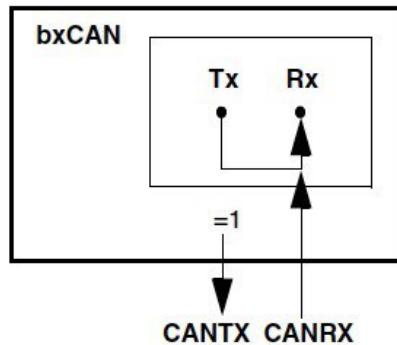

Figura 3.1: Silent Mode
- **CAN_BTR_SILM** (SILENT) CANTx è sempre recessivo, e permette di spiare il canale tramite CANRx. Come mostrato in Figura 3.1.